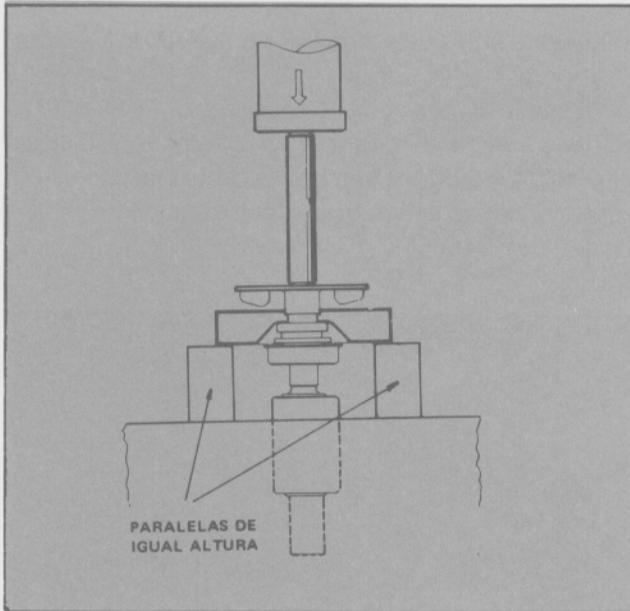

Fig. 25 - Desmontaje del rotor.
- Separar del rotor (turbina) el eje, empleando una prensa y los detalles necesarios de las herramientas especiales T84G-8501-BAS y T74G-8501-BAS (Fig. 25).